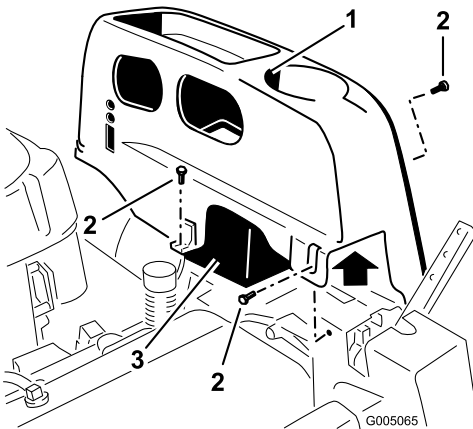

Figure 22
2. Enlevez les vis à tête TORX® (T25) qui fixent le couvercle gauche au châssis, comme illustré à la Figure 22.